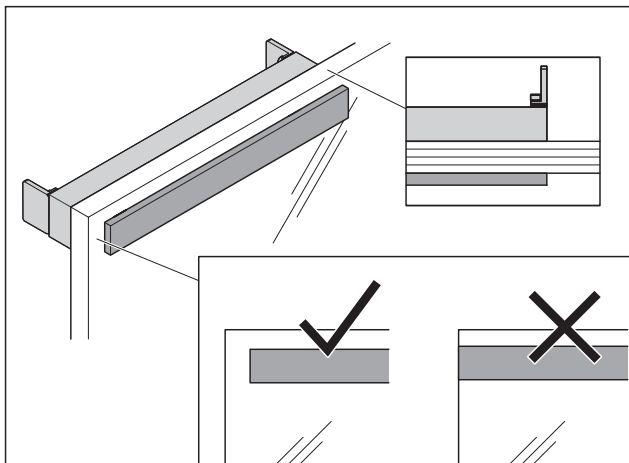

Abb. 12 Die Anschraubplatte und die Gegenplatte an der Glastür ausrichten
3. Die Anschraubplatte und die Gegenplatte an der Glastür ausrichten (Abb. 12).